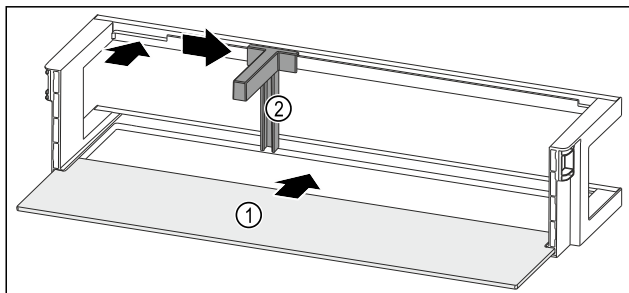

Fig. 59 Türabsteller mit Abstellfläche
- Abstellfläche Fig. 59 (1) in die seitlichen Aussparungen einstecken.
- Flaschenhalter Fig. 59 (2) in die Aussparung einsetzen.
- Flaschenhalter Fig. 59 (2) in gewünschte Position zur Seite schieben.